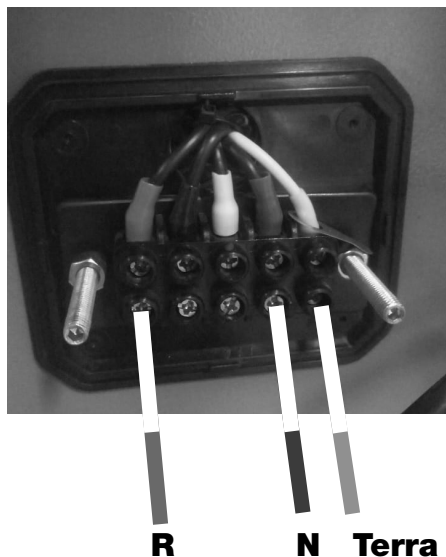

FIGURA 24 – 220V - monofásica
- 220 V - monofásica (figura 24);